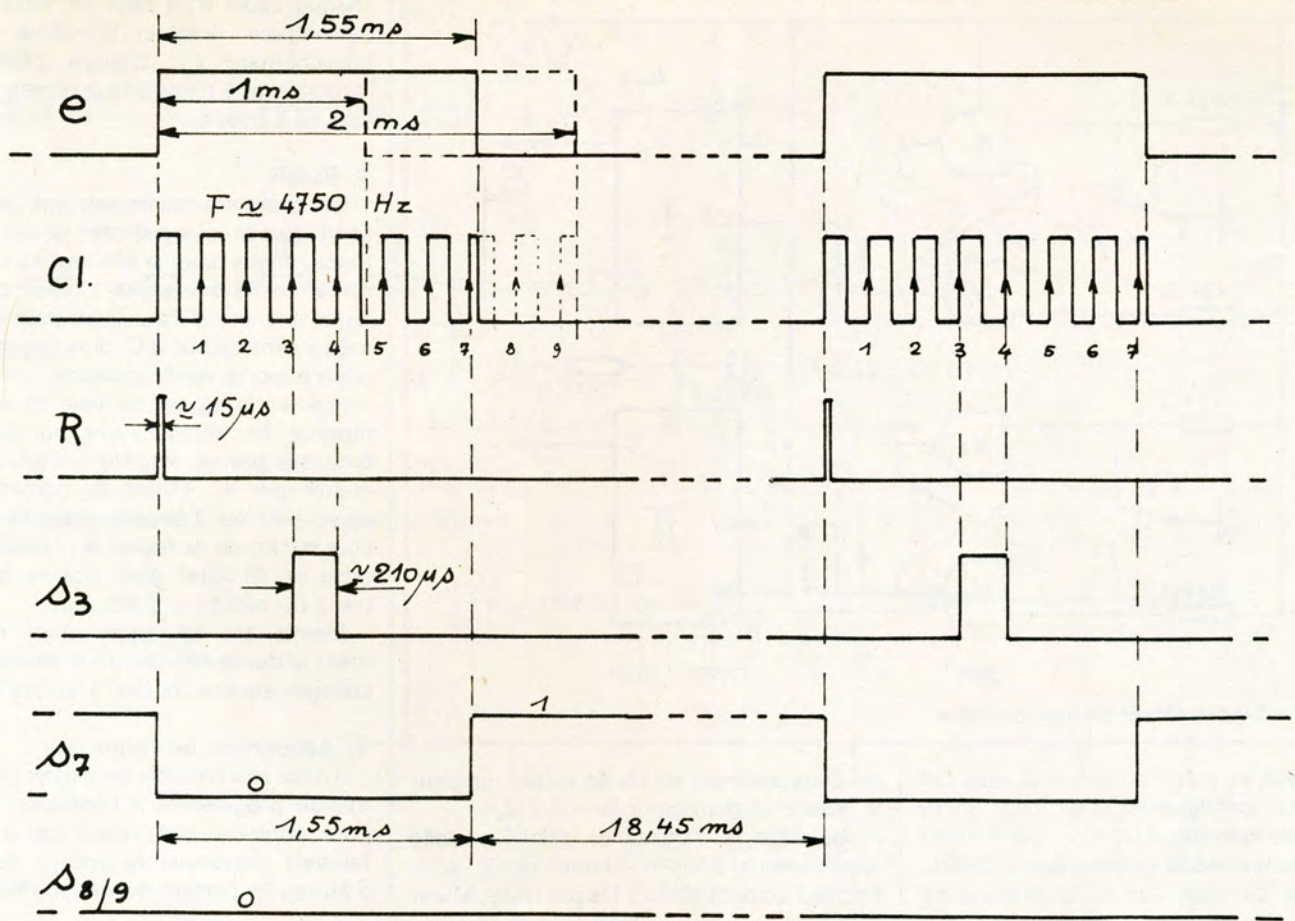

Fig. 2. - Diagramme des signaux du Multitef.
- Il débloque l'oscillateur $N_1 N_2$ dont la fréquence peut être ajustée entre 4 500 et 5 000 Hz. L'oscillation ne se produit que pendant la durée de l'impulsion e (voir en même temps, le diagramme des signaux en figure 2). Le nombre de périodes générées
Tournons-nous maintenant vers l'exploitation des sorties de la 4017, en supposant pour la compréhension que le créneau e soit réglé à 1,55 ms (par le codage de l'émetteur), voir figure 2.